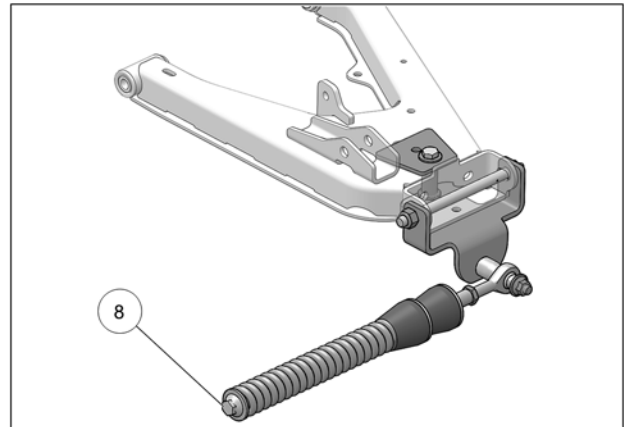

Fig. 12
11. Vérifier que le boulon du ressort (8) est serré au couple recommandé : 75 N•m [55 lb•pi]. Fig. 12